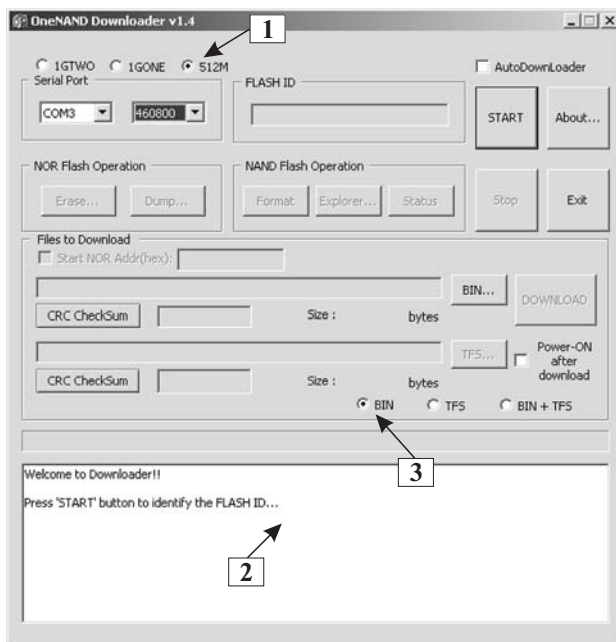

Рис. 1.45. Основное диалоговое окно Corona Downloader
Основное диалоговое окно Corona Downloader приведено на рис. 1.45.
3. Настраивают программу — выбирают объем памяти 512 Мб (1 на рис. 1.45, в ряде версий Corona Downloader данный переключатель отсутствует), используемый COM-порт и скорость работы с Flash-памятью телефона.
5. После появления в окне статуса (2 на рис. 1.45) сообщения «\*\* Wait for Connect Request from Mobile...\*\*»; (POWER ON the PHONE!)» кратковременно (0,5...1 с) нажимают клавишу включения телефона. После этого будет произведена идентификация
3. Выбирают режим загрузки информации во Flash-память телефона — BIN, TFS или BIN + TFS (3 на рис. 1.45).